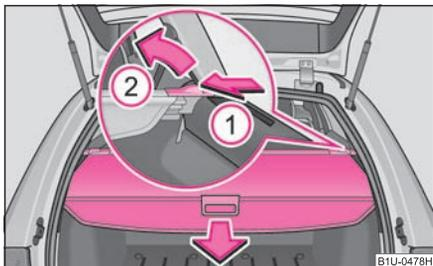

Fig. 77 Coffre à bagages: Extraction du cache-bagages enroulable
- Tirez le cache-bagages enroulable dans le sens de la flèche ⇒ fig. 77.
- Le cache-bagages enroulable peut être déposé pour transporter des objets encombrants en poussant le coulisseau du côté en direction de la flèche ① et en enlevant le cache dans le sens de la flèche ② ⇒ fig. 77.